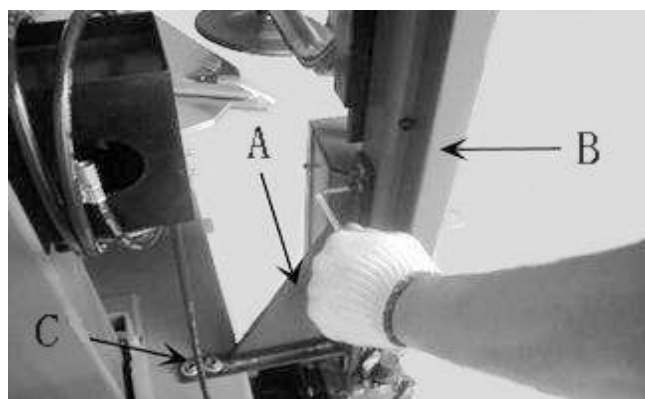
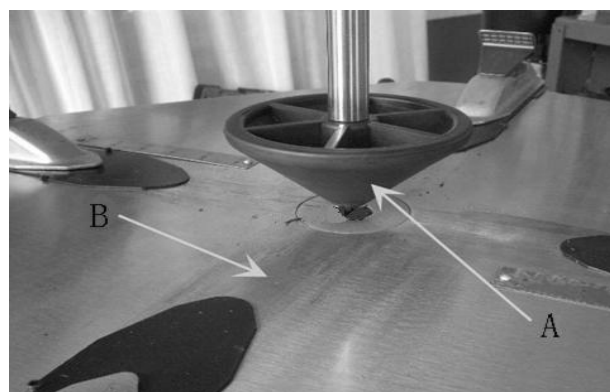

Рис. 7-4
Рис. 7-6
7.1.5 С помощью опорного кронштейна (Рис.7-4 A) соедините кронштейн корпуса с корпусом и вставьте болт для фиксации.
7.1.7 Подключите источник подачи воздуха, вставьте соединительный стержень конического ролика (Рис. 7-6 A) в отверстие вращающегося штифта (Рис.7-6 B) вращающейся ручки. Вручную настройте распределительный клапан так, чтобы кончик конического ролика совпадал с центром поворотного стенда (Рис.7-7). Если он не совпадает, с помощью отвертки отрегулируйте положение основания (Рис.7-4) так, чтобы они совпадали. После того, как отрегулируете, зафиксируйте болт.